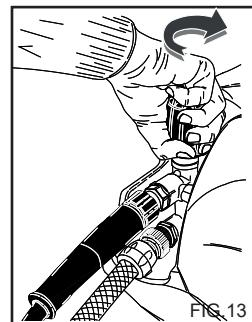

FIG.13
Det här kapitlet innehåller bara de modeller som är försedda med tryckregulator. Med tryckregulatorn fig. 13, kan operatören ställa in arbetstrycket. Driftryck minskar då ratten C vrids motsols mot (B) (minimum).